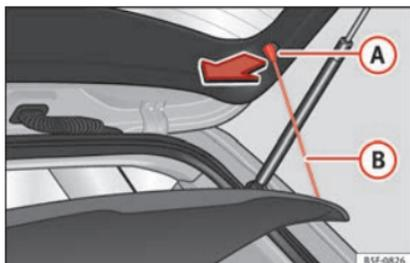

Fig. 159 Dans le coffre à bagages : démonter et monter la plage arrière.
- Décrochez les tirants de fixation » » fig. 159 **B** de leurs logements **A**.
- Accrochez les tirants de fixation » » fig. 159 **B** au hayon arrière » » **⚠**.